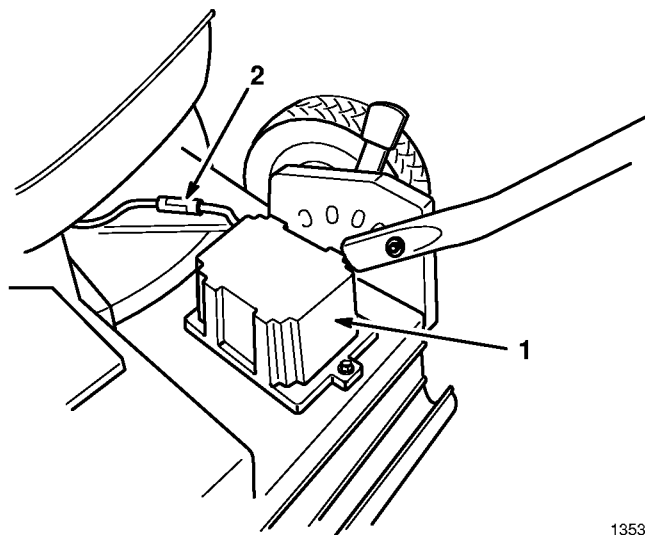

Figure 6
2. Brancher les fils du moteur du démarreur sur la batterie (Fig. 6).